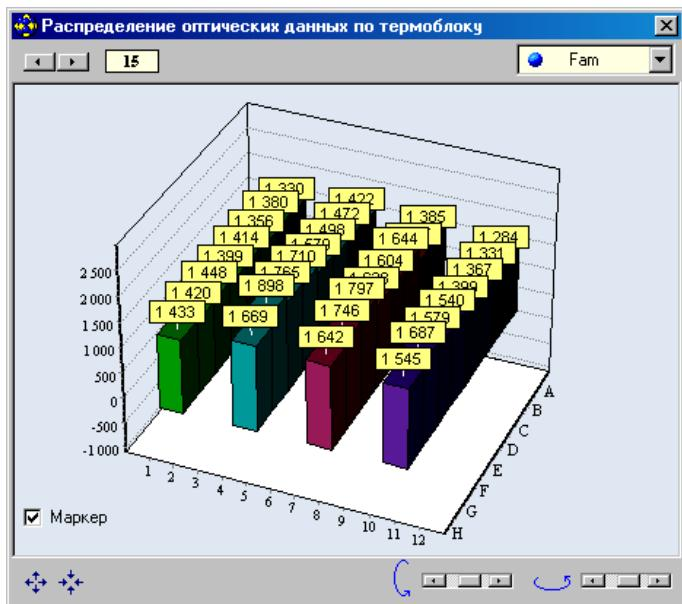

Рис.29. Данные оптических измерений для выбранных пробирок.
- во время выполнения программы амплификации, выбрав можно просмотреть данные оптических измерений для выбранных пробирок в виде 3-D гистограммы в окне **Распределение оптических данных по термоблоку** (Рис.29).